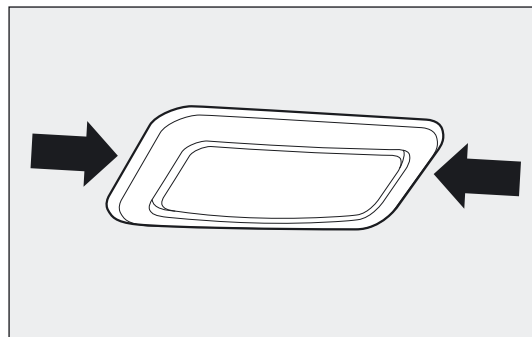

fig. 168
- ❑ trek het plafondlampje A-fig. 168 los bij de door de pijl aangegeven punten;